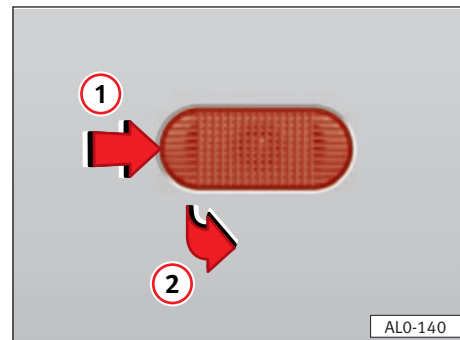

Fig. 182
- Desplazar el intermitente hacia delante ⇒ fig. 182 flecha ① y extraerlo ⇒ fig. 182 flecha ②.